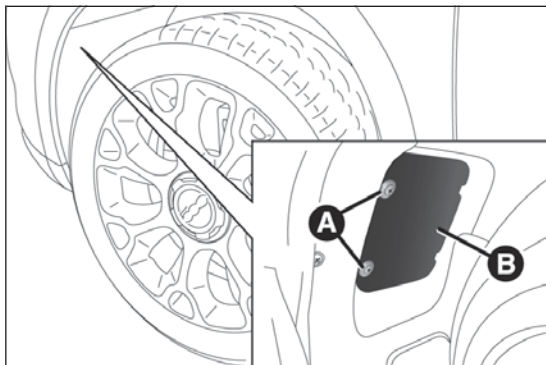

fig. 174
- ☐ svitare le viti A fig. 174 e rimuovere lo sportello B;